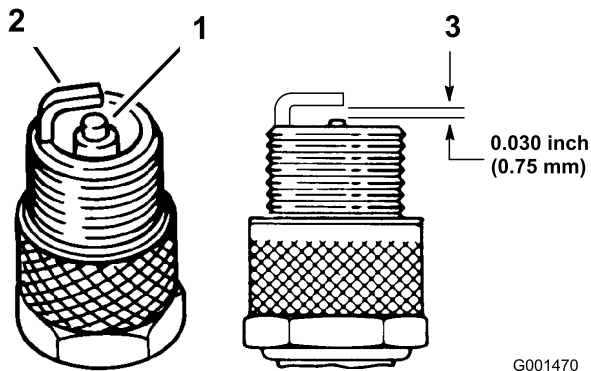

Figure 26
- Examinez le centre des bougies (Figure 26).
- Contrôlez l'écartement entre l'électrode centrale et l'électrode latérale (Figure 26).
- Courbez l'électrode latérale (Figure 26) si l'écartement est incorrect.
Remarque: Vérifiez que l'écartement des électrodes est correct (Figure 26).
- Connectez les bougies (Figure 26).